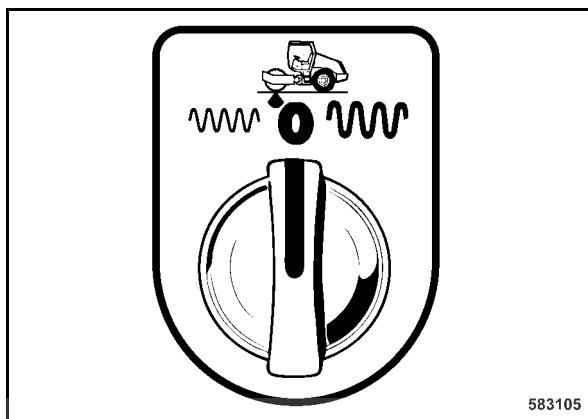

Fig. 46
- Commuter l'interrupteur rotatif de la vibration, présélection de l'amplitude (Fig. 46) sur position "0".